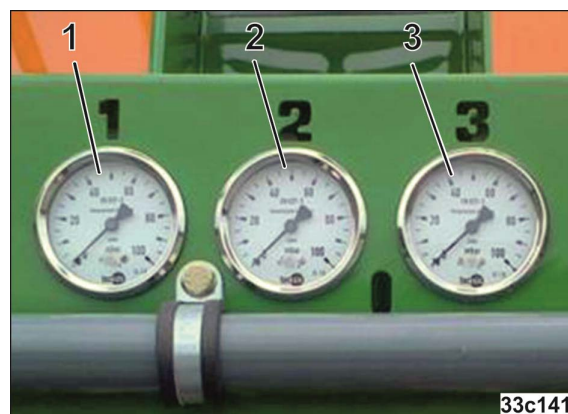

Рис. 137
4. На манометрах (Рис. 137/1-3) показывается давление в отдельных камерах бункера.